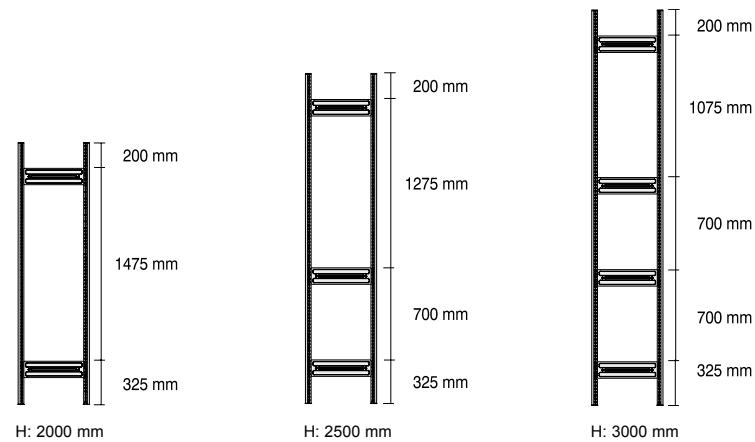

Fig. 2
(P) Colocar os dois perfis de apoio na distância das peças de junção de apoio (fig. 1). Montar as peças de junção de apoio em conformidade com a fig. 2 (as setas apontam no sentido do chão) e cravá-las nos perfis de apoio com um martelo de borracha ou algo semelhante.
Atenção! A peça de fixação das peças de junção de apoio (fig. 2 a) tem de engatar nos dois lados dos perfis de apoio (fig. 3 a).